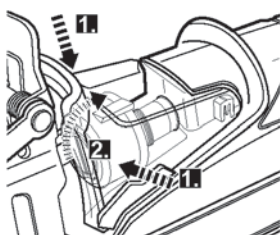

Fig. 1
- > Appuyez sur les deux côtés du couvercle de protection [5] et soulevez-le (Fig. 1).